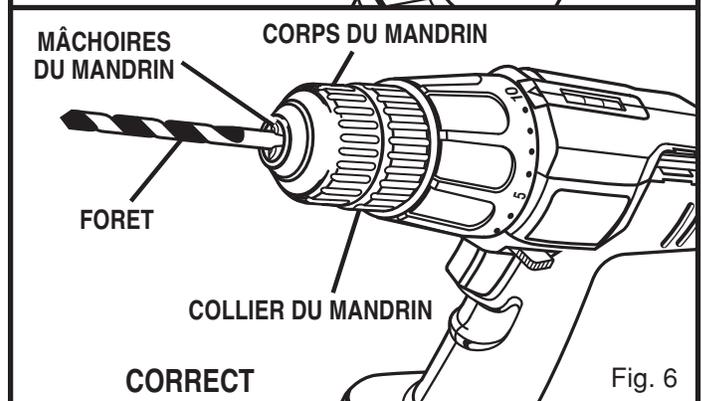

Fig. 6
- Insérez la mèche dans le mandrin, jusqu'à une profondeur égale à la longueur des mors. Voir la Figure 6.
Voir la Figure 6.